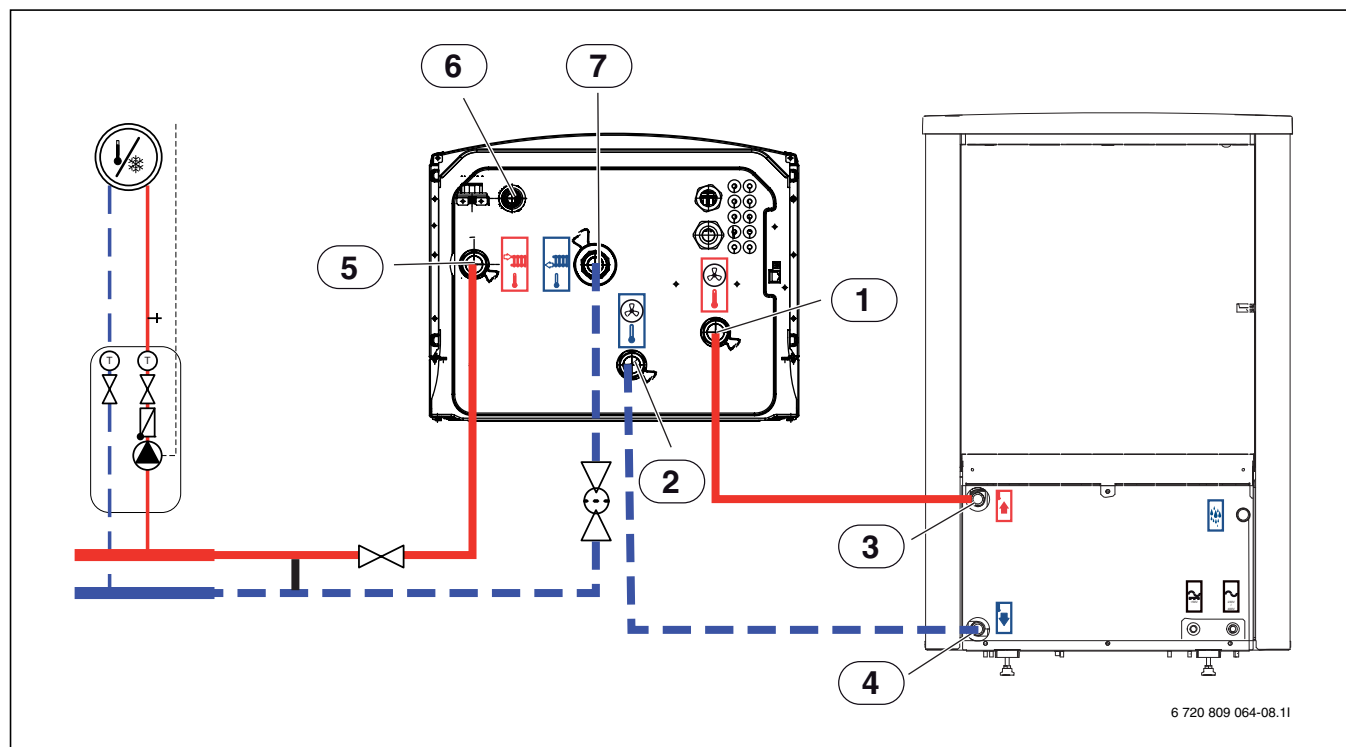

Bild 30 Anslutning av värmepumpsmodul med eltillskott till värmepump och värmesystem
- ▶ Dra spillvattenslangen från [6] Bild 30 nedåt till en frostfri avrinning.
- ▶ Anslut rör för värmebärare in från värmepumpen till [1] Bild 30.
- ▶ Anslut returledning från värmesystemet till [7] Bild 30.
- ▶ Anslut framledning till värmesystemet till [5] Bild 30.
- ▶ Anslut framledning till värmesystemet till [6] Bild 30.